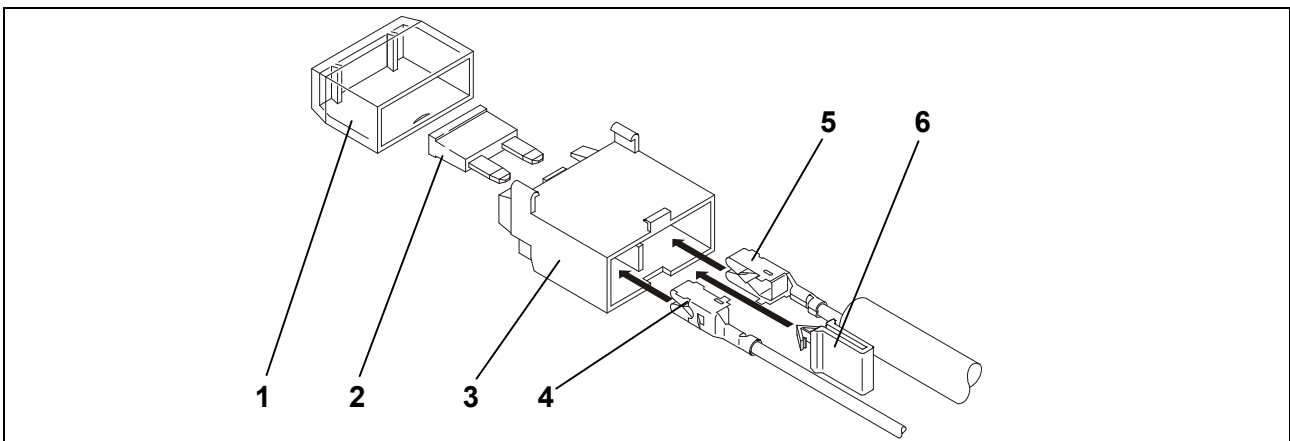

Abb. 2: Zusammenbau Sicherungshalter
17. Die Flachsteckhülse der roten Leitung (Abb. 2/5) aus dem Leitungsstrang und der beiliegenden roten Einzelleitung (Abb. 2/4) in den Sicherungshalter einrasten.
18. Den gelben Clip (Abb. 2/6) einsetzen.
19. Sicherung (Abb. 2/2) einsetzen und Abdeckung (Abb. 2/1) aufstecken.